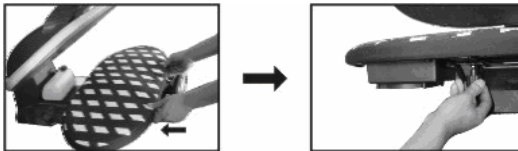

Fig. 10
- b) Disinnestate il dispositivo di blocco sotto l'asse da stiro per riportarla nella posizione originaria, rifissate l'asse da stiro reinserendo il dispositivo di blocco (fig. 10). (solo PIC 3000 D)